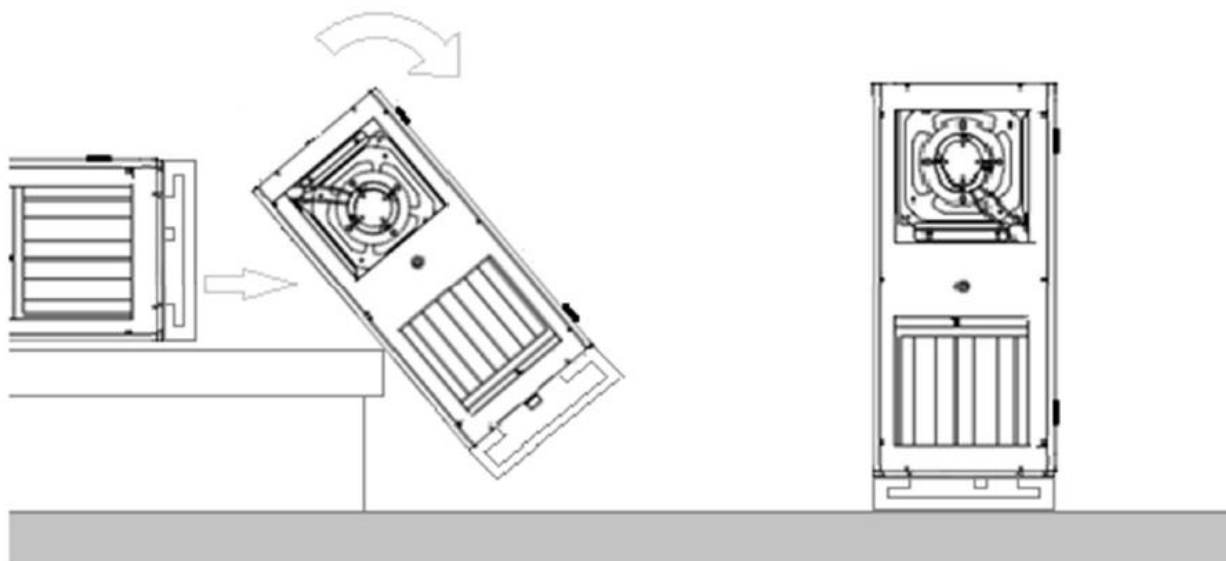

Fig. 4
3. Zdejmij zaślepki (5) znajdujące się w uprzednio zdjętym panelu, a następnie zamontuj uprzednio zdjęty panel z wystającymi złączami kondensatu, zainstaluj dwie podstawy nośne (6) za pomocą dostarczonych śrub i ponownie użyj zaślepek (5), aby zamknąć dwa oryginalne otwory,
4. Po zamontowaniu wsporników, należy ustawić urządzenie w pozycji pionowej; W tym celu użyj górnego podłużnego wspornika i postępuj zgodnie z **fig. 4**. Urządzenie należy obrócić przy zachowaniu szczególnej ostrożności